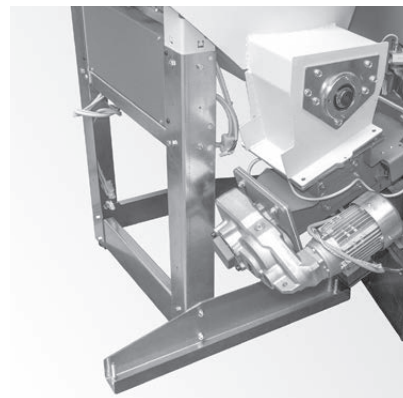

Fig.181 Behälter zum Kessel stellen
- ▶ Behälter zum Kessel stellen – Fig. 181.